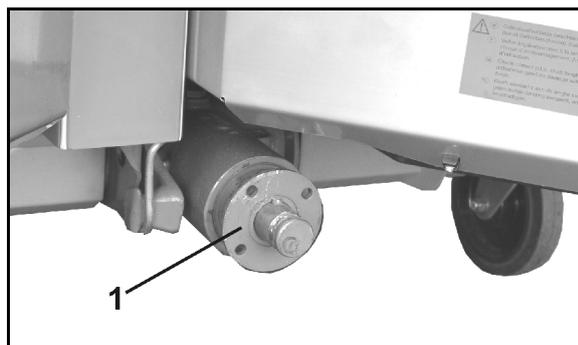

図 24
1. フランジブッシュ (図 24/1) を引き抜き用工具でギアボックス入力軸から引き抜きます。